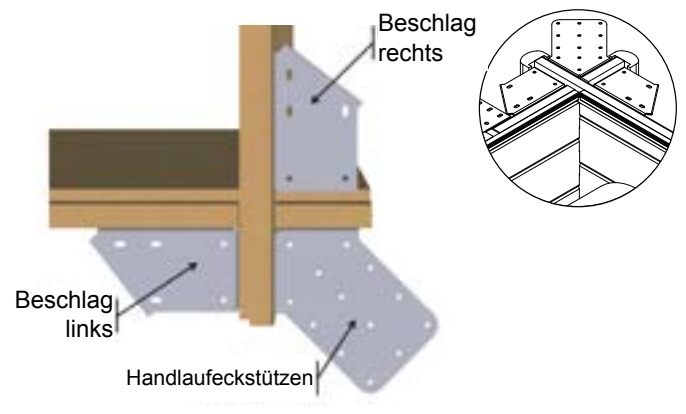

Abbildung 20 – Anbringen der Beschläge in den Ecken
- Bringen Sie am oberen Ende der Streben vier «rechte» und vier «linke» Beschläge aus dem Kit «Befestigungselemente» wie in **Abbildung 20** an. Verwenden Sie 6 Torx-Gewindeschrauben 6 × 20 aus A2 Edelstahl (Pack G) pro Beschlag, also insgesamt 48 Schrauben.
- Installieren Sie in den Ecken vier «rechte» und vier «linke» Beschläge, sowie vier Handlaufeckstützen, gemäß **Abbildung 20**. Verwenden Sie 4 Torx-Gewindeschrauben 6 x 20 aus A2 Edelstahl (Pack G) pro Winkel und 6 Torx-Gewindeschrauben 6 x 20 aus A2 Edelstahl (Pack G) pro Holzkeil, also insgesamt 64 Schrauben.